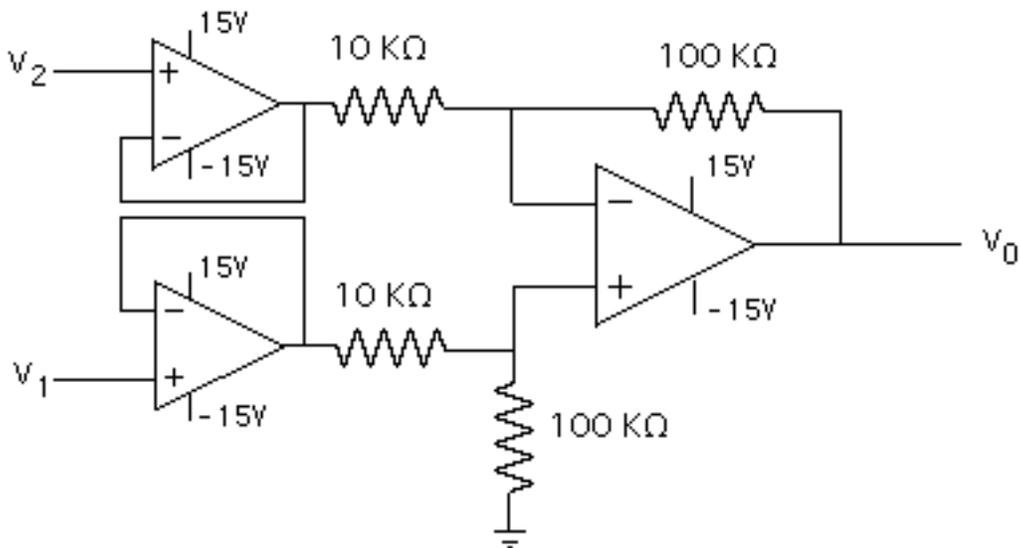

Figura 2.- Amplificador diferencial de instrumentación
7.- Para el circuito mostrado en la Figura 2 (Amplificador diferencial de instrumentación):
Monte el circuito de la Figura 2 y realice las siguientes mediciones: